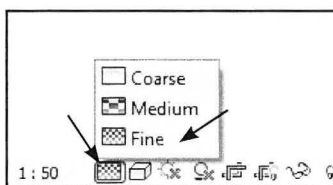

Fig. 15.06. Lav detaljeringniveauet om til *Fine*.
- Lav detaljeringniveauet om i detaljen, ved at klikke på *Detail Level - Fine* (Fig. 15.06).